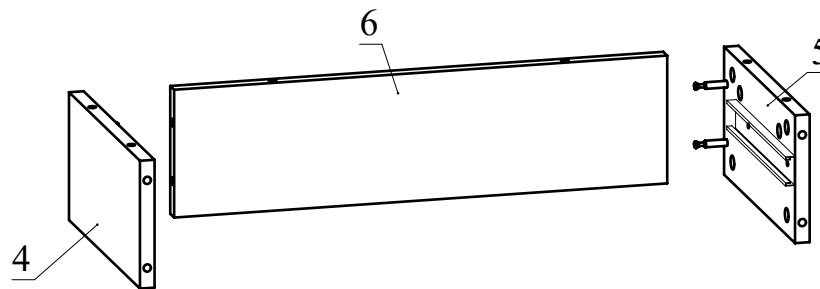

Рис.6
5. Установите деталь 6 между деталями 4 и 5 и затяните конфирматным ключом головки минификсов по часовой стрелке до упора (Рис. 6).